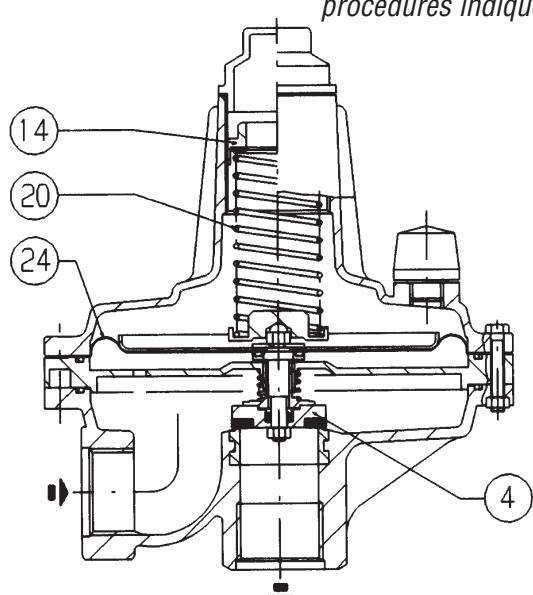

Fig. 10
*Naturellement, la quantité de gaz évacuée dépend de la grandeur de la surpression par rapport à l'étalonnage. Les différents modèles de soupapes d'échappement disponibles se basent tous sur le même principe de fonctionnement qui est décrit ci-après lorsqu'on parle de la vanne VS/AM (fig. 10). Ce principe se base sur l'opposition de la poussée sur la membrane 24 dérivant de la pression du gaz à contrôler, à la poussée venant du ressort d'étalonnage 20. Dans cette opposition, le poids du groupe mobile, les poussées statiques et dynamiques restantes sur le clapet 4 entrent en jeu. Quand la poussée due à la pression du gaz dépasse la poussée du ressort d'étalonnage, le clapet 4 est soulevé et une quantité de gaz donnée est alors relâchée. Dès que la pression descend au-dessous de la valeur d'étalonnage, le clapet revient en position de fermeture. Le contrôle et le réglage de l'intervention de la soupape d'échappement peuvent être effectués en suivant les procédures indiquées ci-après.*
- 3) Das Ansprechen des Sicherheitsabblasevents überprüfen und gegebenenfalls Einstellung korrigieren. Die Einstellung erfolgt an der inneren Einstellschraube 14 (Abb. 10). Drehen im Uhrzeigersinn erhöht und gegen den Uhrzeigersinn senkt den Auslösewert.